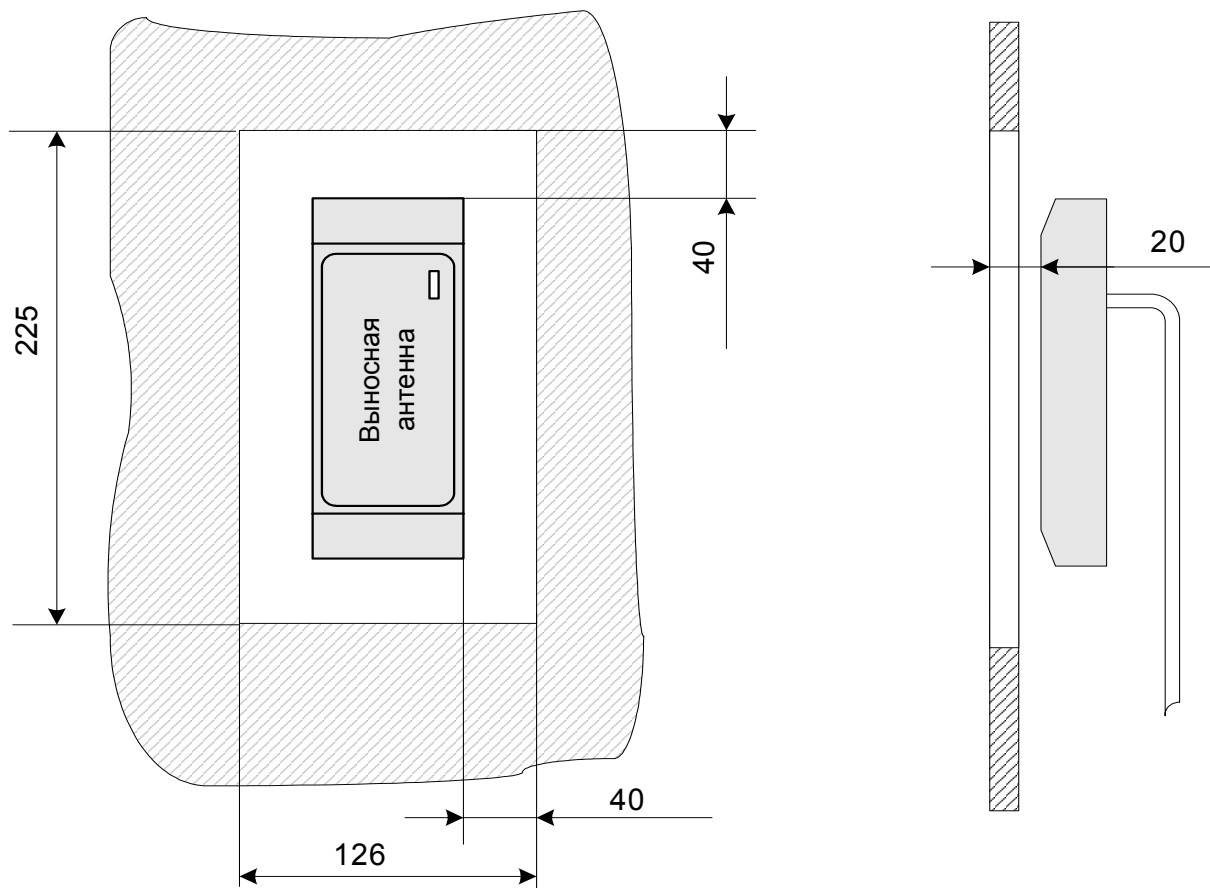

Рис. 2 Установка выносной антенны за металлической поверхностью
- При установке выносной антенны за металлической поверхностью, в ней необходимо вырезать окно, напротив которого и устанавливается выносная антенна (см. рис. 2), при этом размеры окна должны быть не менее 225х126 мм, само окно может быть закрыто неметаллической вставкой (например, из пластмассы), а выносная антенна может быть утоплена вглубь окна на расстояние не более 20 мм от внешней стороны